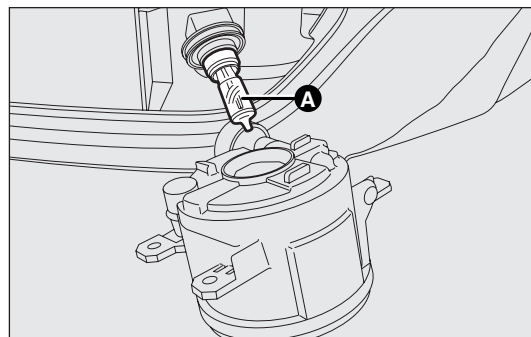

fig. I 45
- ☐ estrarre la lampada A-fig. I 45 ruotandola in senso antiorario e scollegare il connettore elettrico.